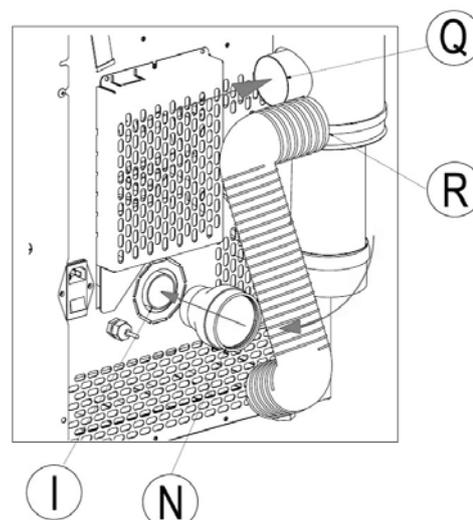

Fig. 18 - Branchements
- En ce qui concerne les BRANCHEMENTS, voir **Fig. 17** et **Fig. 18** à la page suivante.